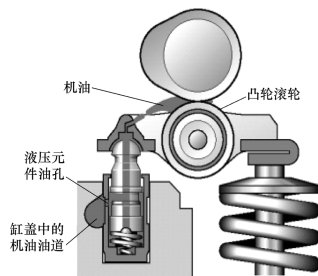

图 1-101 间隙的润滑
(3) **润滑** (图 1-101) 润滑由间隙调节器中的润滑油道来完成, 润滑油通过滚轮摇臂中的一个孔喷到滚轮表面。